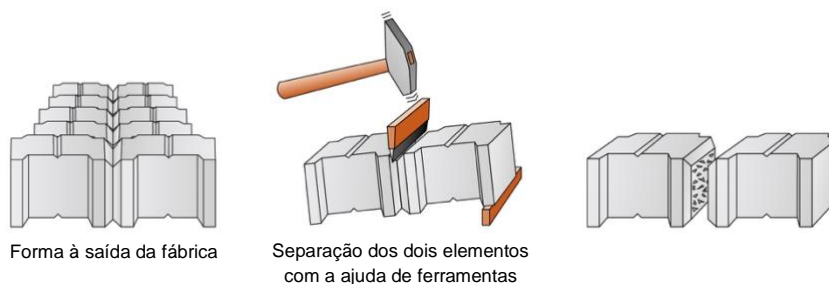

Fig. 2
- Fracionamento das peças em obra (Ver Fig. 2)